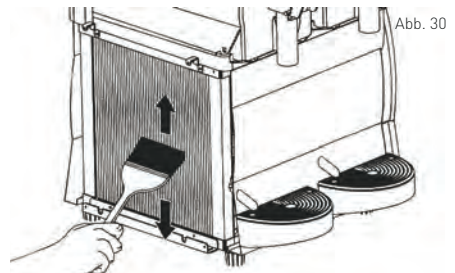

Abb. 30
- 4) Mit einem trockenen Pinsel (nicht mitgeliefert) beseitigen Sie den angesammelten Staub. (Siehe: Abb. 30)